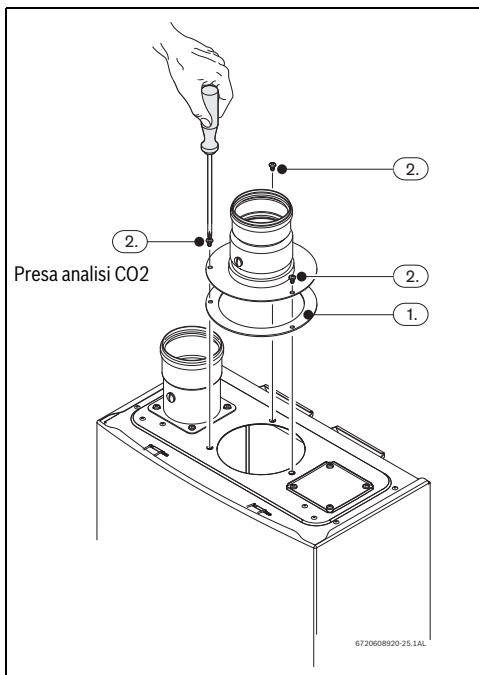

Fig. 30
- Collocare la guarnizione tra l'apparecchio e l'accessorio base, Fig. 30 , pos. 1.
- Serrare le 3 viti dell'accessorio base, Fig. 30 , pos. 2.